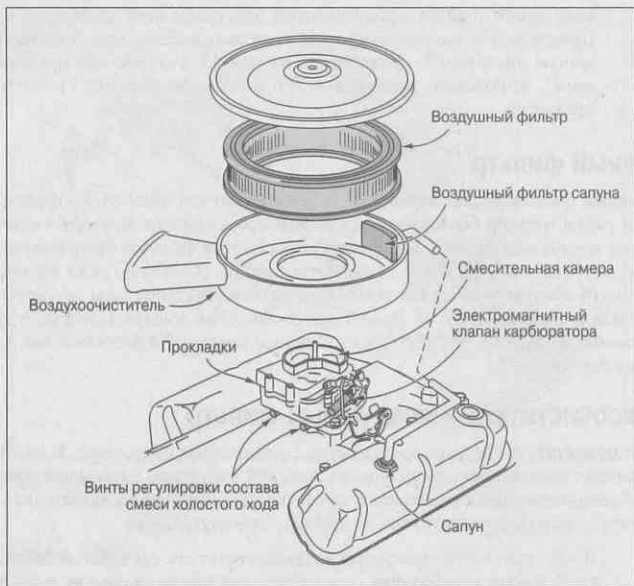

Рис. 6.3. Карбюратор
В автомобилях используется одна из двух самых популярных, но очень отличающихся типов топливных систем: в старых моделях автомобилей используются карбюраторы, тогда как новые модели оборудованы инжекторами. В некоторых автомобилях, особенно в японских и спортивных, установлено больше одного карбюратора. В инжекторных и дизельных машинах карбюраторов нет, но у них есть форсунки. На рис. 6.3 показаны карбюраторная и инжекторная системы.
Главная задача карбюратора (рис. 6.3) — смешивать воздух и топливо в требуемых пропорциях и подавать полученную горючую смесь в определенном количестве в двигатель. В последующих разделах я объясняю, как разные части карбюратора работают сообща, совершая этот подвиг.
У карбюратора с несколькими смесительными камерами может быть несколько винтов регулировки состава смеси холостого хода. Винт (или винты), в зависимости от автомобиля, могут находиться в разных местах. На рис. 6.3 и 6.7 показано возможное размещение этих винтов. Распознать винт регулировки состава смеси холостого хода можно, повернув его против часовой стрелки, — его конец выйдет из карбюратора. Однако из-за строгих государственных норм на содержание окиси углерода (CO) в выхлопных газах большинство производителей ставят на эти винты *ограничители* или вообще прячут их под металлическими пробками для предотвращения регулировки владельцами автомобиля. Если винт (винты) регулировки состава смеси холостого хода на вашей машине поддаются регулировке, ознакомьтесь с инструкциями, имеющимися в главе 13 “Регулировка топливной системы”.